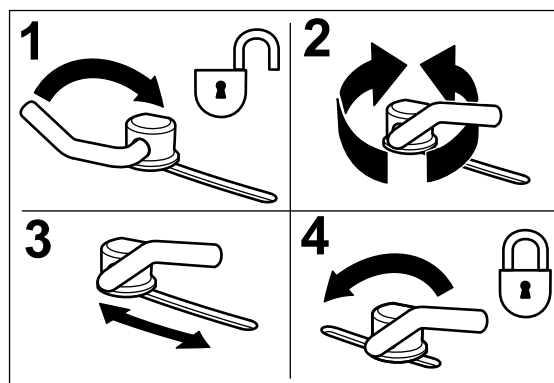

Figura 30
- Para ajustar los bloqueos de leva, levante la palanca para aflojar el bloqueo de leva (Figura 30).
- Devuelva la palanca a su posición original para apretar el deflector y los bloqueos de leva (Figura 30).